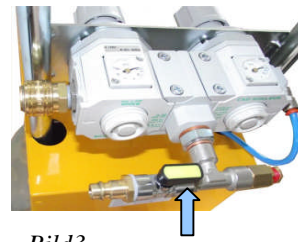

Bild 3
- >>Öffnen Sie den Druckluftkugelhahn auf "Position auf"(Seite 17, Bild 3)